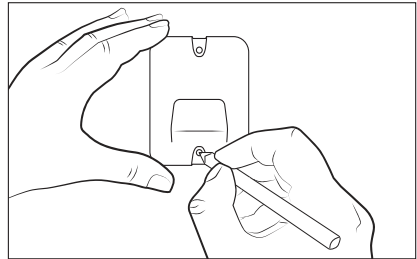

Abb. 3
- 2) Benutzen Sie die Wandhalterung **10** zum Anzeichnen der zwei Bohrlöcher an der Wand (siehe Abb. 3).